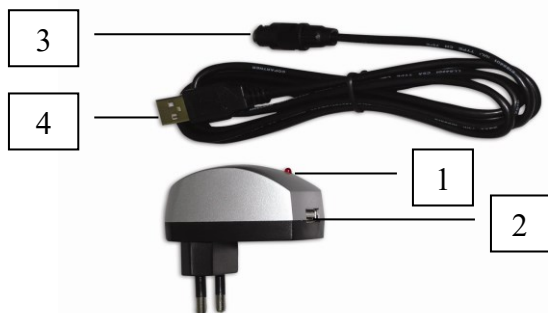

Рис. 5.8. Зарядное устройство
5.6.2. Подзарядка аккумуляторной батареи производится с помощью зарядного устройства (рис. 5.8), входящего в комплект поставки, от сети переменного тока. Допускается одновременно заряжать аккумуляторную батарею и работать с твердомером.